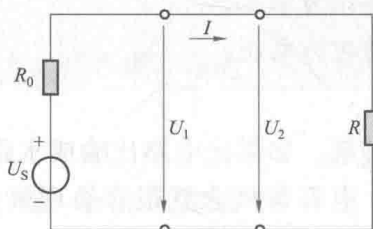

图 1-3 电路的通路状态
(1) 通路(闭路)。通路是一般的有载工作状态,电源与负载接通,电路中有电流通过,电气设备或元器件可获得一定的电压和电功率,进行能量转换,如图1-3所示。